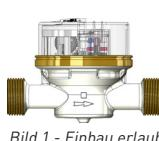
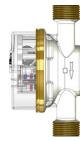

Bild 1 - Einbau erlaubt
Bild 2 - Einbau nicht erlaubt
- Bei der Montage immer die **Fließrichtung und Einbaulage beachten!** Horizontaler und vertikaler Einbau erlaubt (Bild1), nicht über Kopf montieren (Bild2).